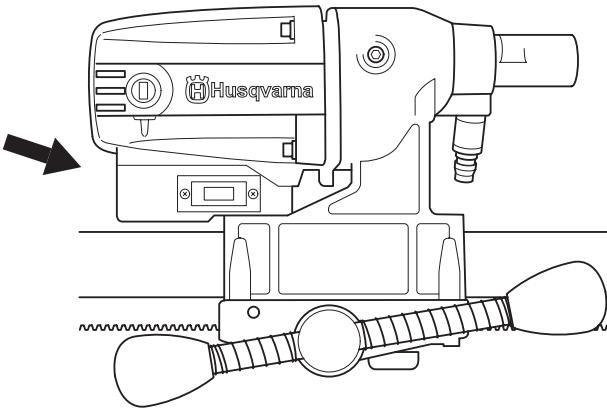
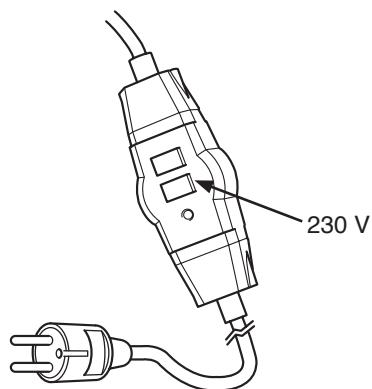

Рис.6
Рис.7
- Подключение питания делается через заземленный и защищенный штепсель (Рис. 7), с выходным напряжением, указанным на шильде на стенке машины (рис. 6).